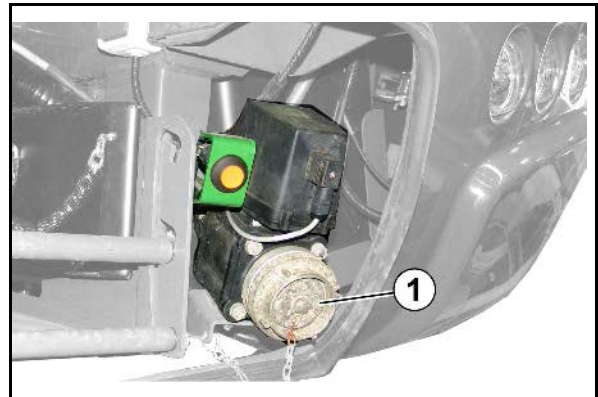

Fig. 75
- Remplissage avec parcours d'écoulement libre et goulot orientable (Fig. 75).